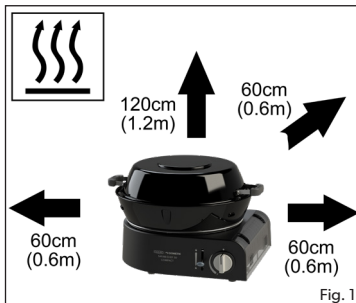

Fig. 1
- Se till att apparaten används på säkert avstånd från antändliga material. Minimum säkerhetsavstånd: ovanför apparaten - 1,2m, bakåt och åt sidorna - 0,6m. (Fig 1)